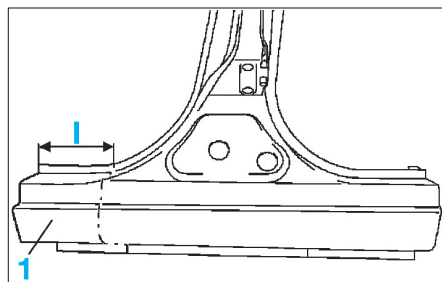

FIG. 54
- Découper l'enveloppe de montant B suivant la cote (I) de 120 mm environ (fig. 54).
- Découper l'enveloppe de bas de porte de la pièce neuve suivant la cote (I) de 120 mm environ (fig. 54).